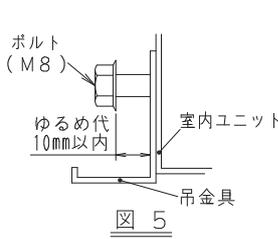

図 5
- 背面または天面の配線引込側のノック穴を開けてから付属の樹脂プッシュ⑩を取り付けてください。
- 両側にある吊金具取付用ボルト2本(M8)(左右4カ所)を10mm以内でゆるめる。(図5、6参照)